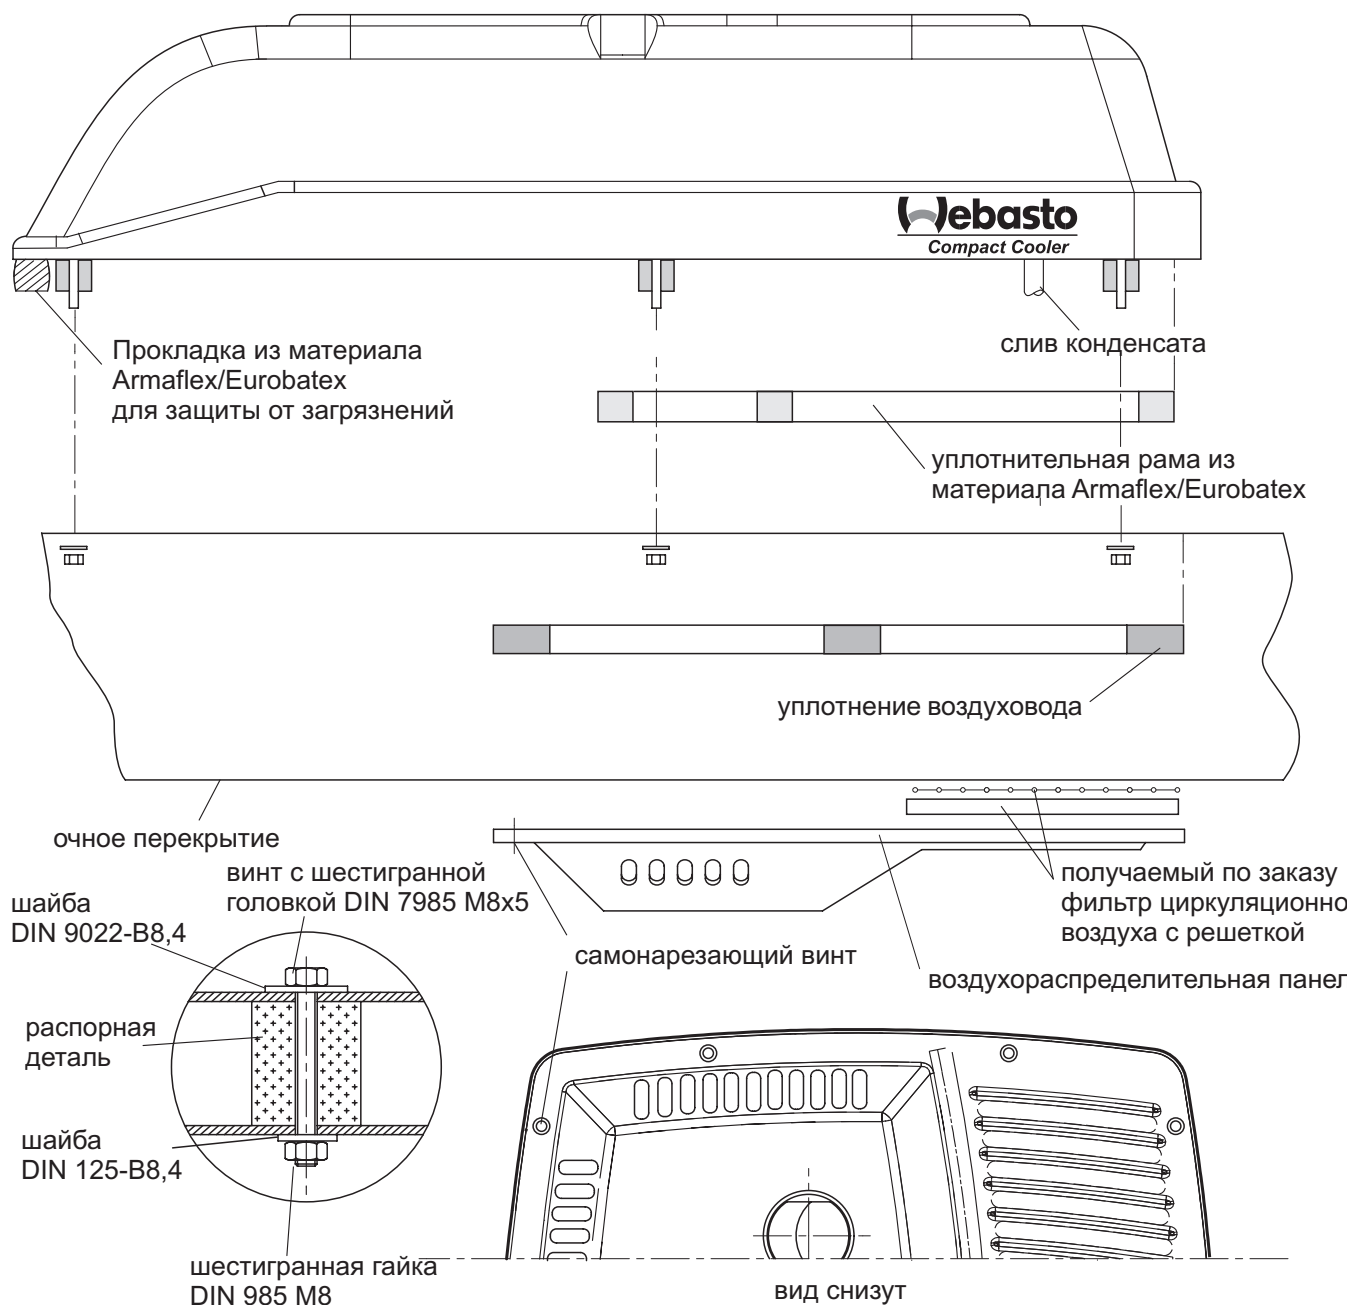

Рис. 408 Крепление опорной плиты
2. Установите опорную раму на кожух с наклеенной уплотнительной рамой, проведите выравнивание, разместите распорные детали между 6 точками крепления. Вставьте 6 винтов М8 с шайбами в отверстия (см. Рис. 408).
6. Расположите воздухораспределительную панель согласно Рис. 408 и с помощью 10 винтов-саморезов привинтите ее к промежуточному перекрытию или к соответствующим, при необходимости изготовленным своими руками удерживающим металлическим щиткам. При необходимости перед этим на участке воздухораспределительной панели для забора воздуха следует установить защитные решетки для воздушных фильтров и сами фильтры.
6. Расположите воздухораспределительную панель согласно Рис. 408 и прикрепите ее с помощью 9 винтов-саморезов к промежуточному перекрытию или подходящим, при необходимости самостоятельно изготовленным металлическим держателям.